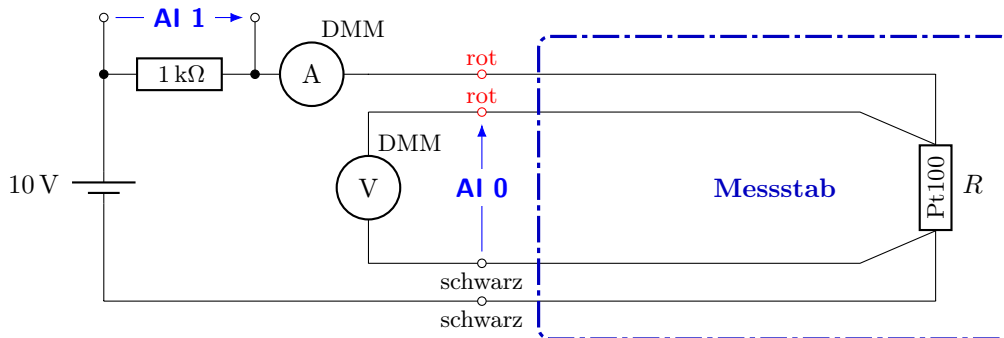

Abbildung 6: Temperaturmessung mithilfe eines Pt100 als Sensor. Die beiden Digitalmultimeter (DMM) dienen der **Überprüfung** der in LabVIEW angezeigten Werte.
4. In dieser Aufgabe soll eine Messgröße (hier: Temperatur) elektronisch an einem Rechner aufgezeichnet und weiterverarbeitet werden. Bauen Sie hierzu die Schaltung nach Abb. 6 auf. Verwenden Sie den Messstab aus Versuch 350. Die Spannung U am Temperatursensor wird direkt mit der Messkarte aufgezeichnet (Eingang **AI 0**). Der Strom I wird als proportionale Spannung am Vorwiderstand abgegriffen (Eingang **AI 1**). Da wir hier Gleichspannungssignale verarbeiten, reicht es, wenn Sie lediglich pro Abtastung einen einzelnen Wert einlesen. Achten Sie darauf, dass die Eingänge des AD-Wandlers BNC-2120 auf **GS** geschaltet sind (kleine Schiebeschalter unter jedem BNC Eingang).